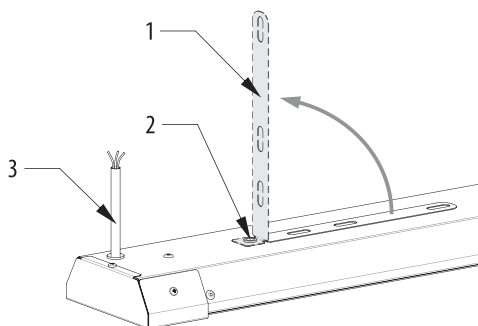

Рисунок 8. Отгибание петли подвеса
3. Для потолочного монтажа обогревателей 60-0010 и 60-0011 отогните петли подвеса (1) (см. рис. 8).